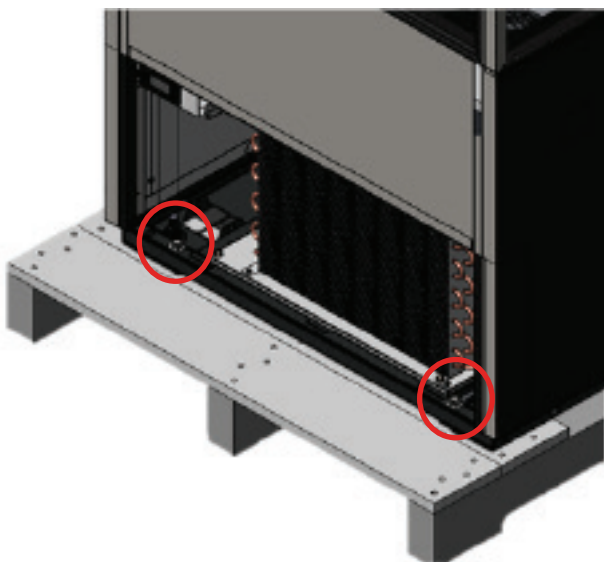

Abb. 2. Palettenschrauben vorne und hinten entfernen.
2. Entfernen Sie mit einem verstellbaren Schraubenschlüssel alle Transportschrauben, mit denen die Holzpalette am Boden des Schrankes befestigt ist. Siehe Abb. 2.